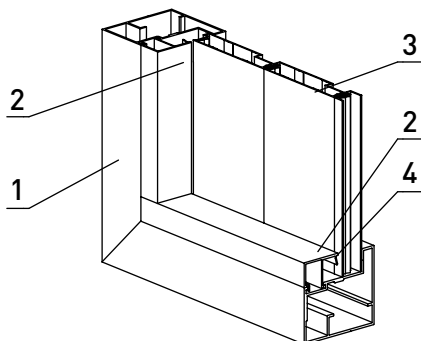

Рис. 31. Установка штапика **FLGU.400.0302**, **FLGU.400.0304** с уплотнителем **FRK12**
1. По контуру установить штапики **2** совместно с уплотнителем **4** (рис. 31).